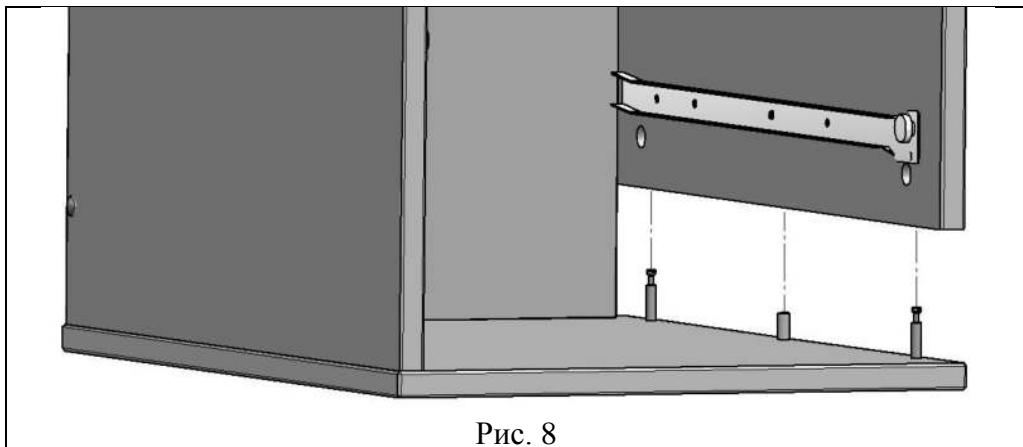

Рис. 8
4.1.8. В сборку по п. 4.1.7. сверху установить стенку боковую левую с направляющими (сборка по п. 4.1.3) (см. рис. 8). В отверстия стенки боковой левой вставить эксцентрик EC03ZL/18 (поз. 6, пакет №34а) (рис. 8а) стрелкой в направлении плиты верхней и повернуть эксцентрик по часовой стрелке 180° max. (См. рис. 6б).
Рис. 8а